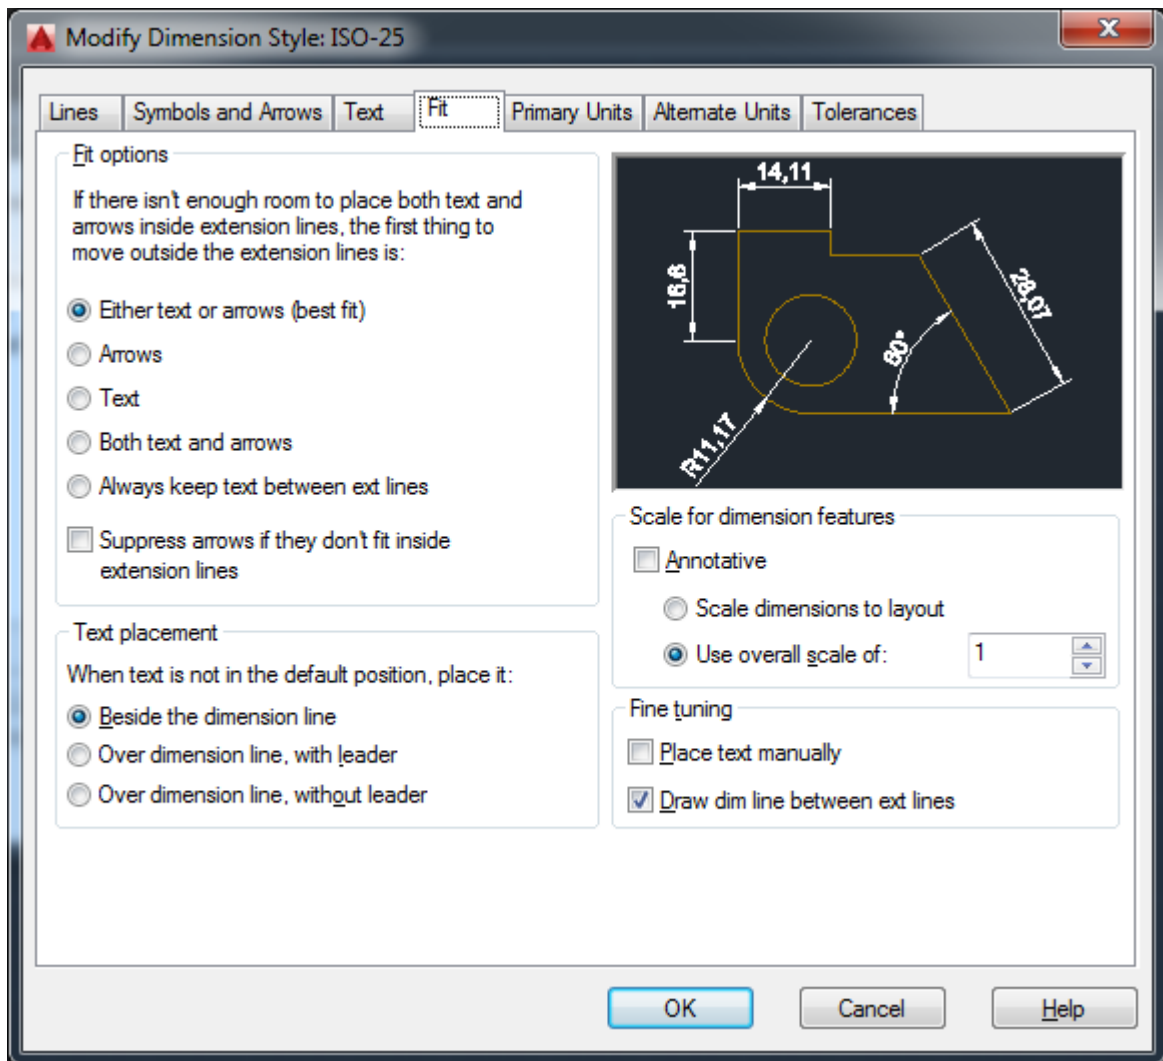

Рисунок 3.6 – Діалогове вікно вкладки Fit
**Вкладка Fit** (рис.3.6) призначена для керування взаємним положенням стрілок та розміщенням тексту. Вкладка містить чотири області.